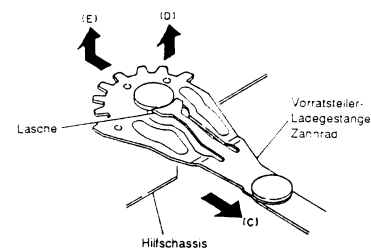

Abb. 2-58
- 2) Das Aufwickelteller-Ladegestänge-Zahnrad in Richtung des Pfeiles (C) bewegen (siehe Abb. 2-58).
- 3) Die Lasche des Aufwickelteller-Ladegestänge-Zahnrades mit einer Pinzette usw. festhalten und das Gestänge-Zahnrad in Richtung des Pfeiles (D) anheben; danach das Gestänge-Zahnrad in Richtung des Pfeiles (E) abnehmen.
- 2) Das Vorratsteller-Ladegestänge-Zahnrad in Richtung des Pfeiles (C) bewegen (siehe Abb. 2-58).
- 3) Die Lasche des Vorratsteller-Ladegestänge-Zahnrades mit einer Pinzette usw. festhalten und das Gestänge-Zahnrad in Richtung des Pfeiles (D) anheben; danach das Gestänge-Zahnrad in Richtung des Pfeiles (E) abnehmen.